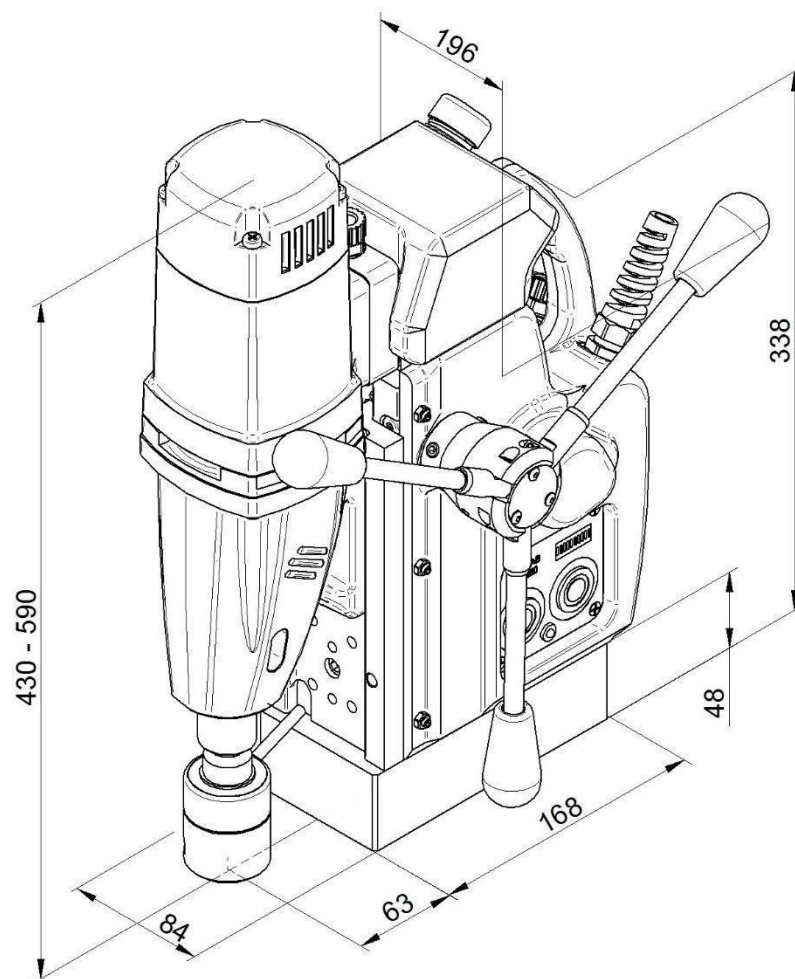

Рис. 1.15 Чертеж перспективы
– *чертеж перспективы* (каталог) выполняется с целью представления и идентификации представляемого объекта (рисунок 1.15).